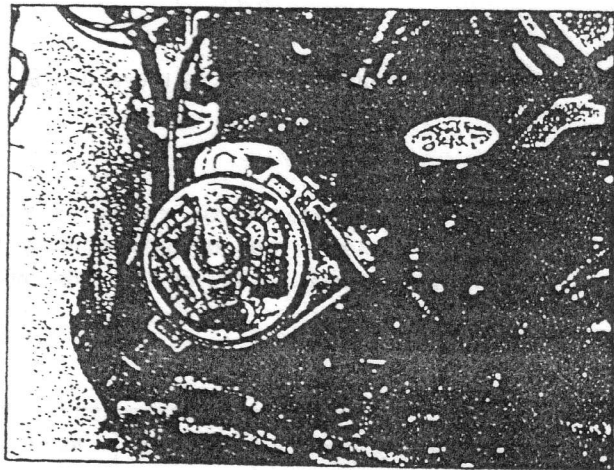

Fig. 3-8-3
- 4). Desmonte la tapa del distribuidor y verifique que el rotor esté posicionado de la manera indicada en la Fig. 3-8-3. Si el rotor no está correctamente situado, gire el cigüeñal en el sentido de las agujas del reloj una vez (360°). En esta condición, controle la holgura de las válvulas (1), (2), (5), y (7). Gire el cigüeñal exactamente una vuelta, y controle la holgura de las válvulas (3), (4), (6), y (8).